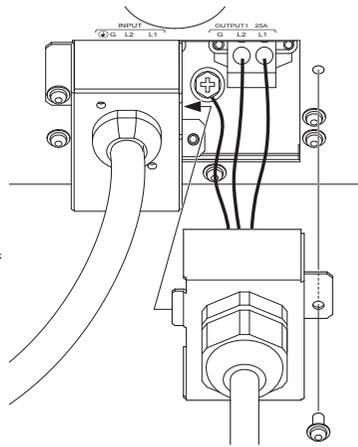

図8
4. 本製品 (端子台カバー) の左側のツメを入力端子台カバーのスリットに差し込み、本製品の右側にある穴に、同梱の M3 ネジ 1 個を使用して締め付けます。(図 8 参照) ケーブルクランプのダイヤルを締め、電線を固定します。